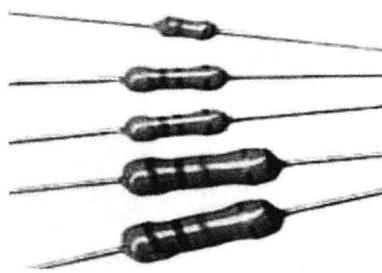

图 1-6 合成碳膜电阻器
4. 合成碳膜电阻器 外形如图 1-6 所示，它是将炭黑、石墨、填充料与有机黏合剂配成悬浮液，将其涂覆于绝缘骨架上，再经加热聚合后制成。在电阻上用色环表示它的阻值。